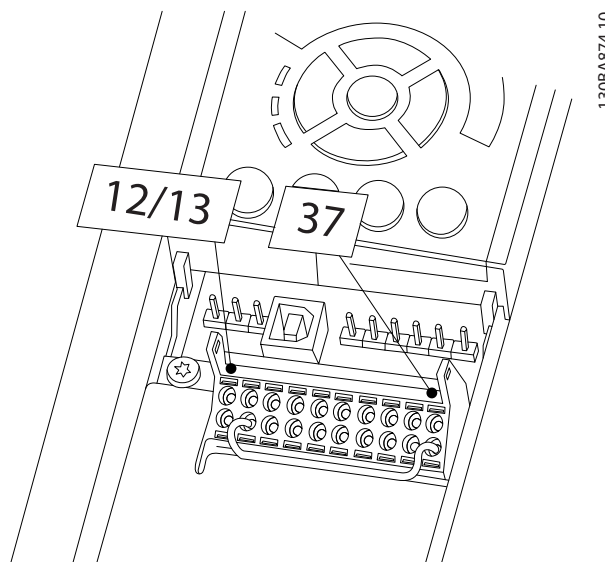

Рисунок 2.1 Перемычка между клеммой 12/13 (24 В) и клеммой 37
1. Снимите перемычку между клеммами управления 37 и 12 либо 13. Разрезать или разорвать перемычку недостаточно, это не сможет защитить от короткого замыкания. (См. перемычку на *Рисунок 2.1.*)